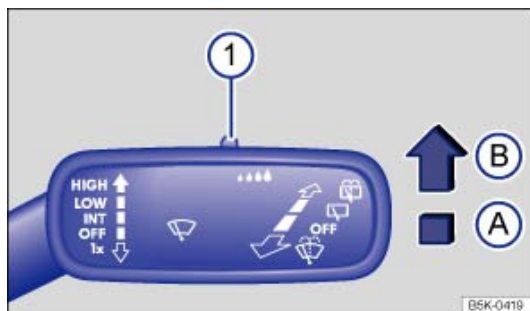

Fig. 85 À droite sur la colonne de direction : levier d'essuie-glace
Il est possible de régler manuellement la sensibilité du détecteur de pluie et de luminosité à l'aide de la commande intégrée au levier d'essuie-glace ⇒ Fig. 85 ① ⇒